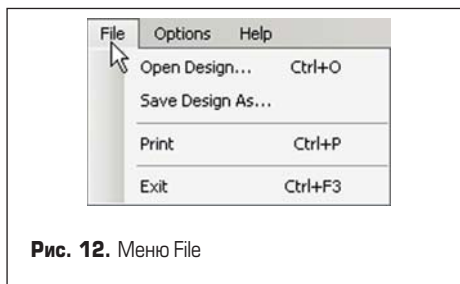

Рис. 12. Меню File
• File — файловые операции (рис. 12):